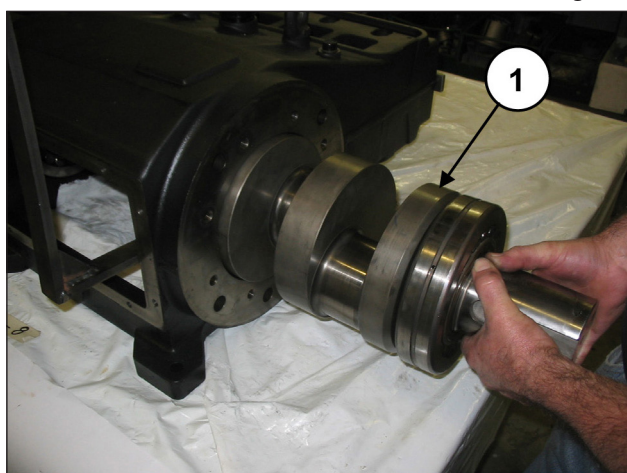
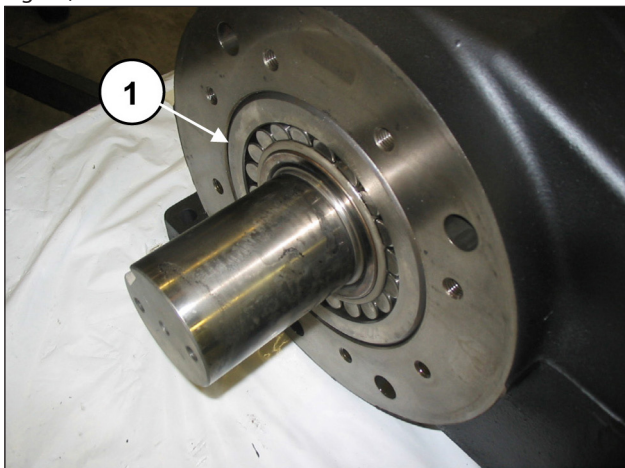

Fig. 29
Fig. 43
Estrarre albero e cuscinetto (pos. ①, Fig. 29).
Inserire l'albero (pos. ①, Fig. 29) fino a che il cuscinetto premontato arrivi ad essere a filo del bordo del carter (pos. ①, Fig. 43).